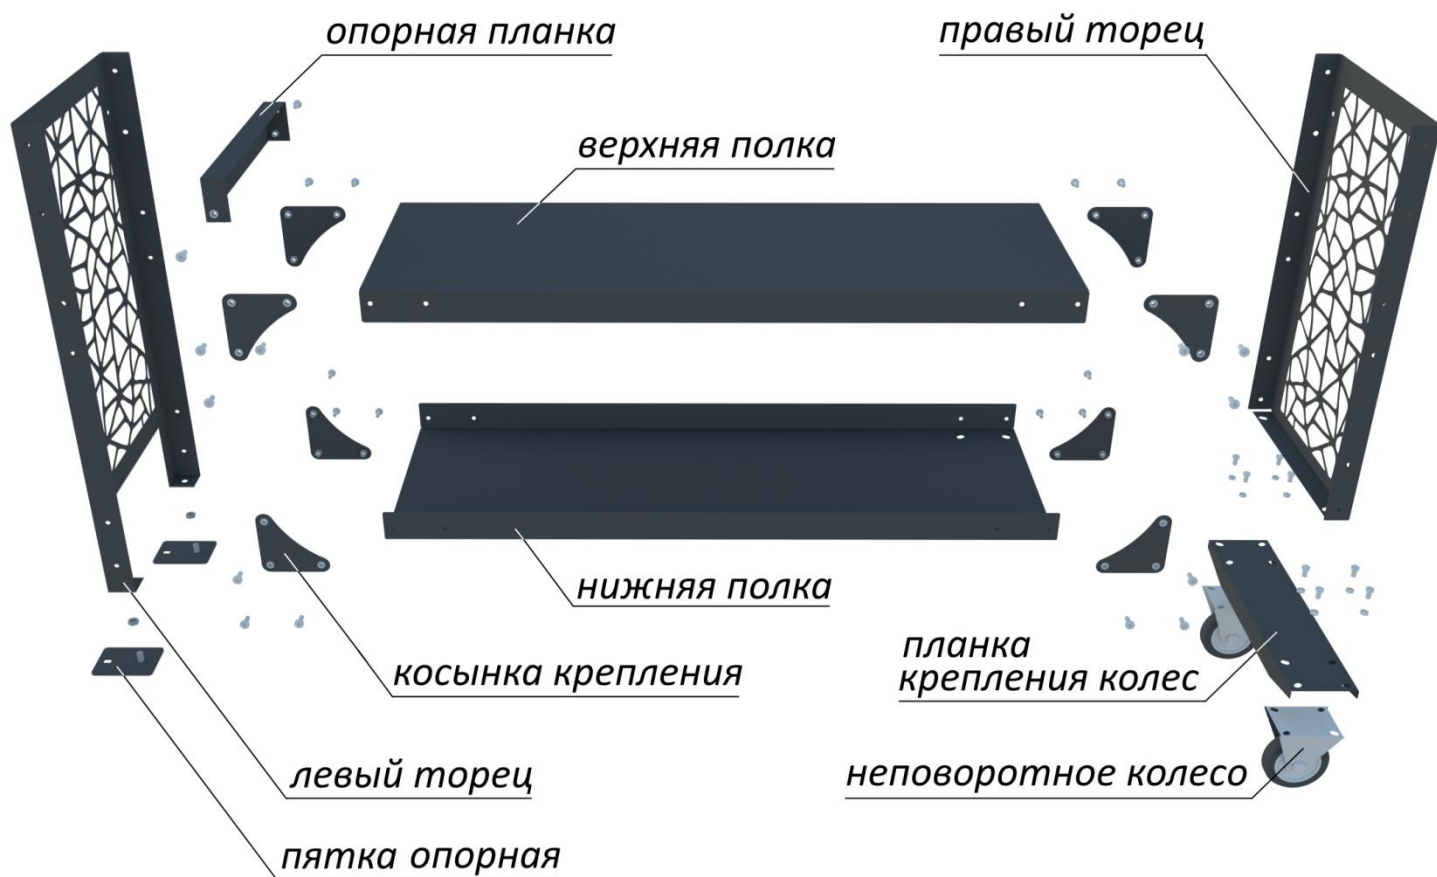

Рис. 2
- присоединить металлические полки (верхнюю и нижнюю) из поставляемого комплекта к металлическим стойкам (левому и правому торцам соответственно) и зафиксировать соединение при помощи косынок крепления, совместив отверстия с торца, винтами под шестигранник (болтами М6) (в комплекте), косынки расположив внутри (см. рисунок 2)